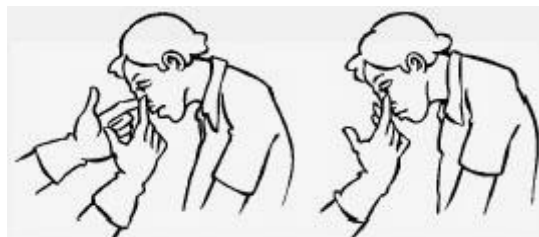

Figura 6: hemorragia de nariz
- En caso de **hemorragia de nariz**, comprimir la ventana sangrante contra el tabique nasal e inclinar la cabeza de la víctima hacia delante para evitar la posible inspiración de coágulos. Transcurridos cinco minutos, colocar en la nariz un algodón impregnado con agua oxigenada (Figura 6).